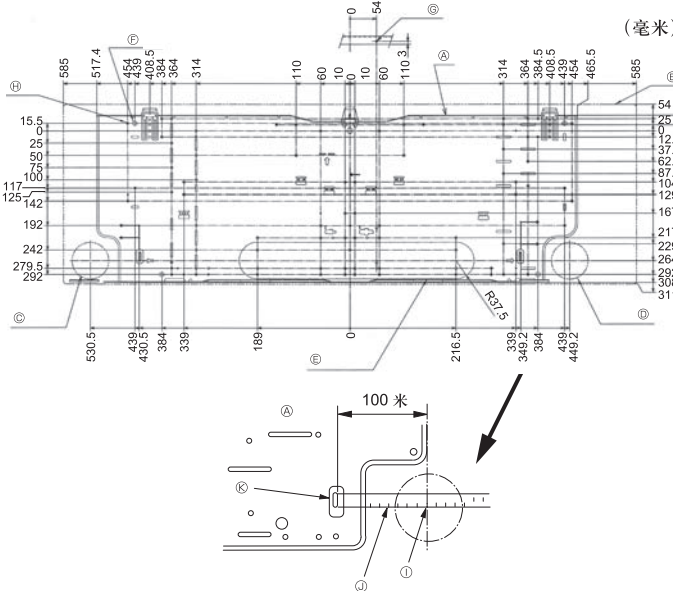

Fig. 3-2
①	安装板	1	装配在机器背面
②	自攻螺钉 4 × 25	7
③	毡带	2
④	L 形连接管	1
⑤	装填螺母	1
⑥	无线控制器	1
⑦	遥控器支座	1
⑧	碱性电池（尺寸 AAA）	2
⑨	自攻螺钉 3.5 × 16	2
⑩	隔离物	1	利用包装材料
3.2. 安装墙壁固定装置（Fig. 3-2）